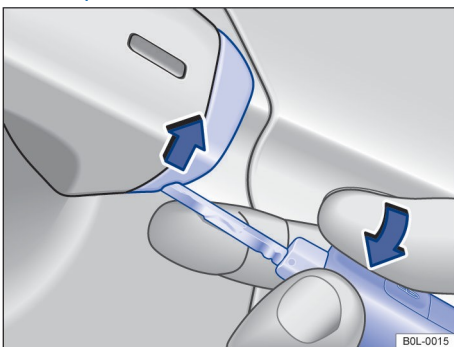

Рисунок 43. Ручка водительской двери: снятие накладки
- Используйте ключ автомобиля, чтобы приподнять накладку в направлении, указанном стрелкой. → Рисунок 43.